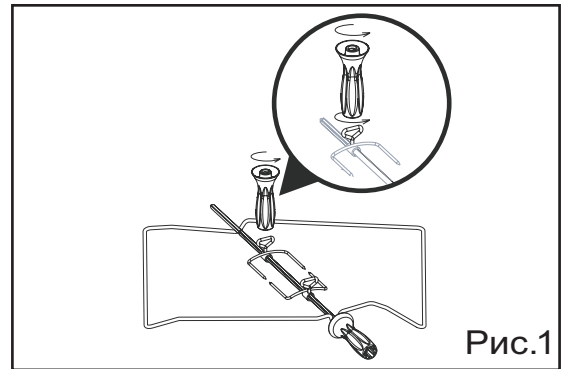

Рис.1
- вставьте в вертел одну из регулируемых вилок и нанижите продукт; вставьте вторую вилку; отцентрируйте и закрепите при помощи винта обе вилки (рис. 1).